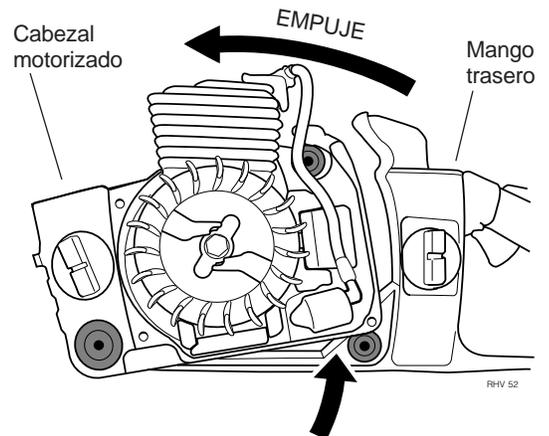
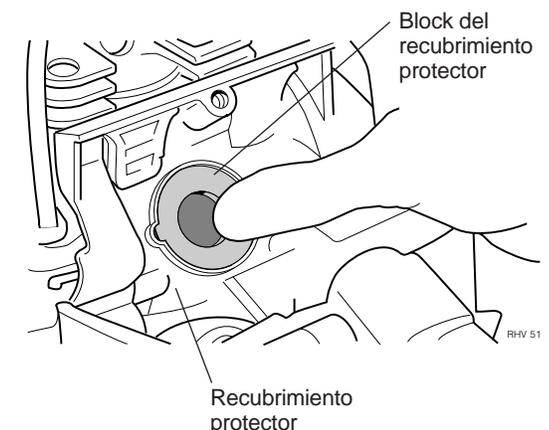

Figura 12.4 Extracción del cabezal motorizado
Figura 12.5
Paso 7. Sostenga firmemente el mango trasero con una mano, y use la otra para separar con suavidad el cabezal de las almohadillas A-V (figura 12.4). Para motosierras provistas de un recubrimiento protector del carburador, use el pulgar para forzar el recubrimiento a través de la brida de la caja del filtro de aire. (Figura 12.5)